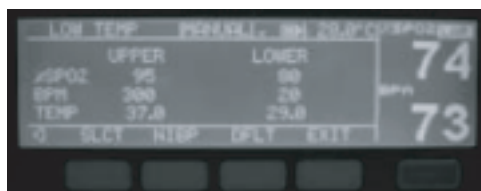

Figure 9: Paramétrage des limites de l'alarme SpO₂, BPM et température
- Appuyer sur **LIMIT** pour voir les limites supérieures et inférieures de %SpO₂, BPM, TEMP. Se référer à la Fig. 9.